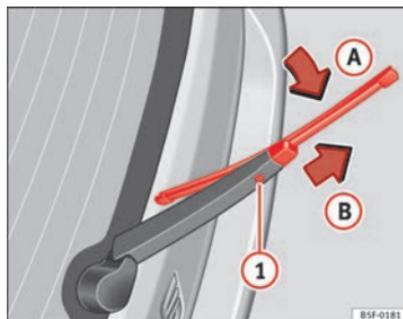

Fig. 119 Cambio de la escobilla de la luneta trasera.
- Rote la escobilla ligeramente ⇒ fig. 119 (flecha A).
- Mantenga presionada la tecla de desbloqueo ① y tire al mismo tiempo de la escobilla en el sentido que indica la flecha B.
- Inserte en el brazo limpiacristales una escobilla nueva **de la misma longitud y tipo**, en sentido contrario a la flecha B hasta que encastre la tecla ①.